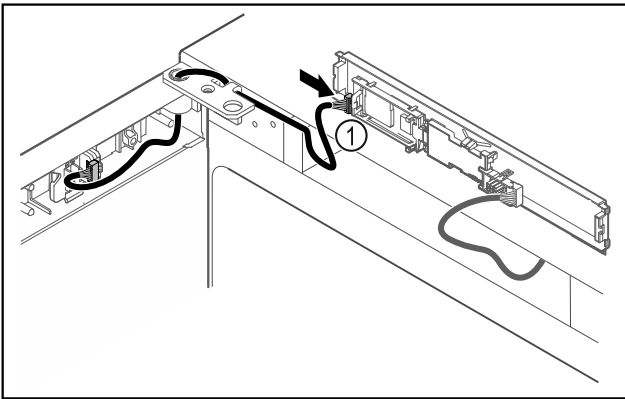

Fig. 45
- Stekker Fig. 45 (1) in printplaat steken.